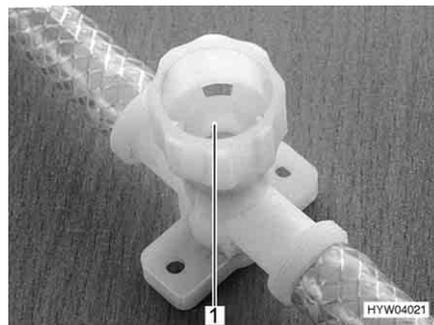

Fig. 155 Llave de desagüe para calentador Therme
- Cerrar todas las llaves de desagüe. Para ello, girar los capuchones (Fig. 155,1) en sentido de las agujas del reloj.
- Abrir todas las llaves de desagüe del calentador Therme. Para ello, girar los capuchones (Fig. 155,1) en sentido contrario a las agujas del reloj.